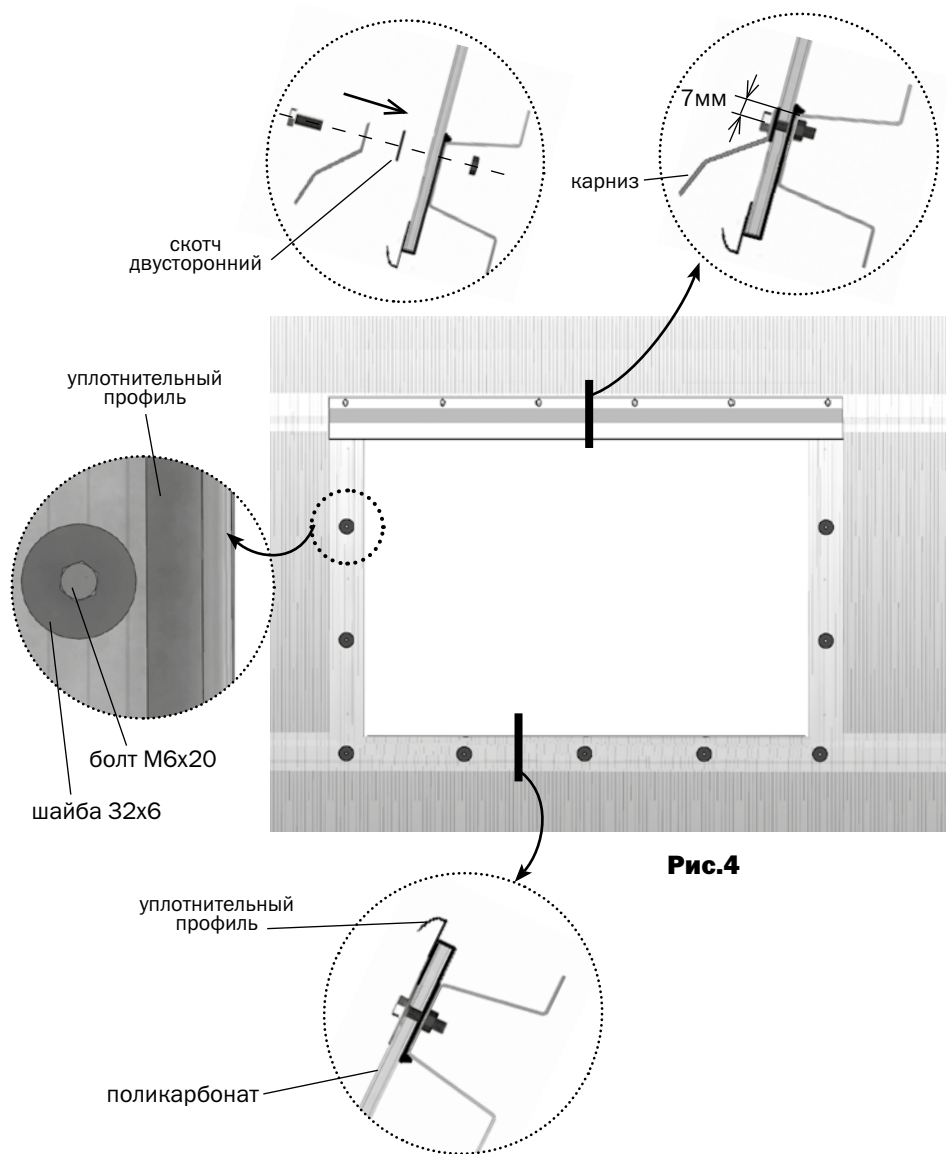

Рис.4
4. Просверлить 5 отверстий $\varnothing 7$ по оси нижнего прогона и 6 отверстий на верхнем прогоне на расстоянии 7мм от края. Установить уплотнитель по краям поликарбоната. Закрепить края поликарбоната по контуру проема болтами M6x20 с шайбой 32x6 (**рис.4**) по направляющим и нижнему прогону, на верхний прогон установить карниз.